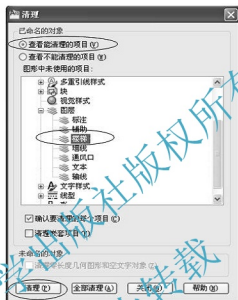

图 4.97 【清理】对话框
(1) 修改图层名称: 打开【图层特性管理器】, 选中【室外】图层, 然后按 F2 键, 该图层被激活, 将【室外】改为【顶棚装饰】。用相同的方法将【门窗】图层改为【通风口】图层。
(2) 清理【楼梯】图层。
① 选择菜单栏中的【文件】|【绘图实用程序】|【清理】命令, 打开【清理】对话框并展开【图层】列表, 如图 4.97 所示。